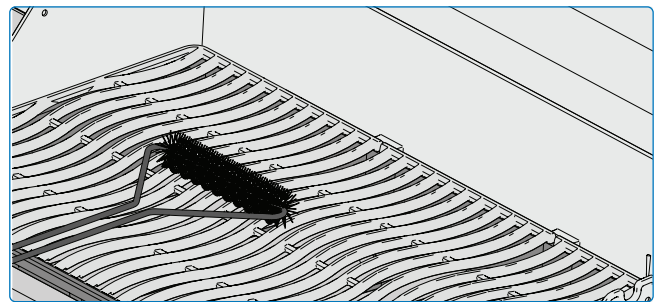

Fig. 18
- Pour nettoyer, préchauffez le gril et utilisez une brosse métallique pour éliminer les résidus alimentaires (**Fig. 18, 19, 20**)